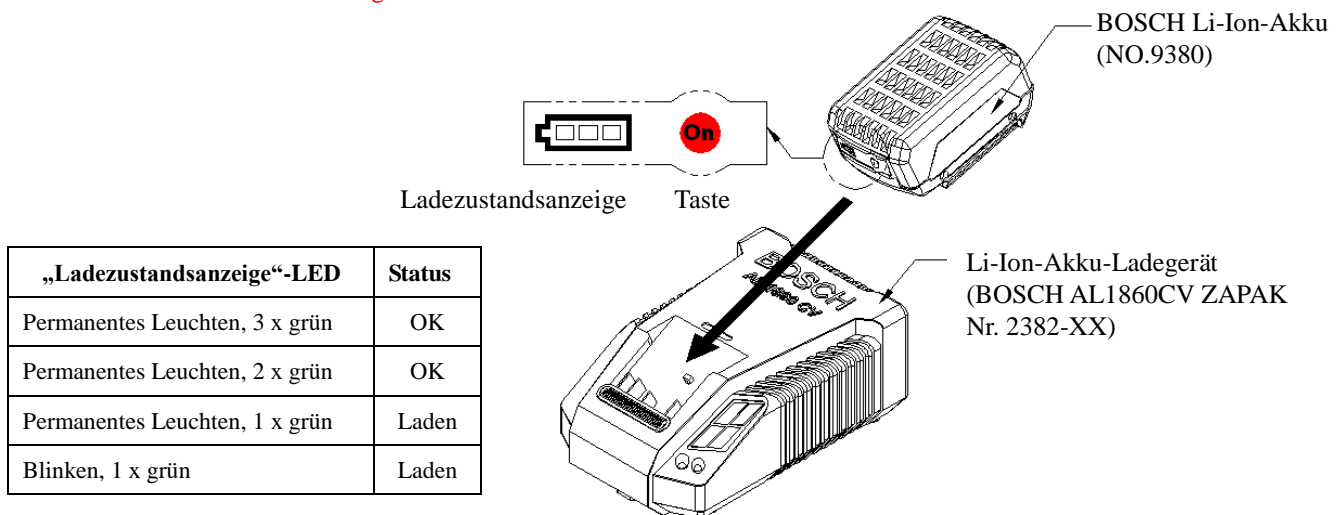

ABBILDUNG 4. Darstellung des Einsetzens des Akkus in das Ladegerät
Siehe ABBILDUNG 4 für das Einlegen des Akkus in das Ladegerät (lesen und befolgen Sie bitte die Sicherheits- und Betriebshinweise des Benutzerhandbuchs für den Akku und das Ladegerät.)
- * Jeder BOSCH Li-Ion-Akku (Nr. 9380) verfügt über eine Ladezustandsanzeige. Drücken Sie die Taste zum Überprüfen des Ladezustands (Kapazität) wie in Abbildung 4 gezeigt (*Aus Sicherheitsgründen ist die Überprüfung des Ladezustands nur bei Stillstand des Geräts möglich.)